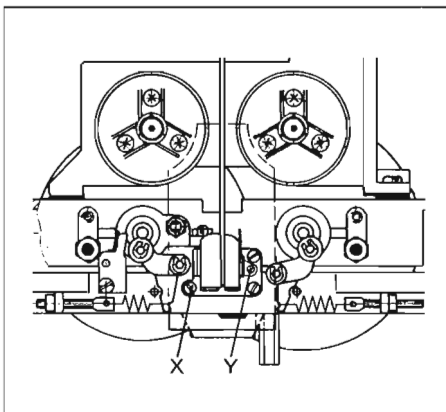

Fig. 5.4
- Mit Schraube X (Fig. 5.4) den Ausgangspegel beider Kanäle auf maximale Ausgangsspannung einstellen. (Für diese Einstellung kann auch ein Phasenmeter verwendet werden, dabei wird auf minimalen Phasenfehler abgeglichen.)
- With screw X (Fig. 5.4), adjust the output level of the two channels for maximum output voltage. (A phase meter can also be used for these adjustments. In this case adjust for minimum phase error.)
- Réglez à sa valeur maximale le niveau de sortie des deux canaux grâce à la vis X (fig. 5.4). (Pour effectuer ce réglage, on peut se servir d'un phase-mètre et régler à l'erreur de phase minimale.)
- Mit Kreuzschlitzschraubendreher Grösse 00 Schraube Y (Fig. 5.4) so einstellen, dass für beide Kanäle ein Pegelmaximum erreicht wird (minimale Phasendifferenz).
- With screwdriver size 00 for cross recessed head screws adjust screw Y (Fig. 5.4) in such a manner that maximum level is obtained for both channels (minimum phase difference).
- Tournez la vis Y (fig. 5.4) avec le tournevis cruciforme taille 00 pour obtenir un niveau maximal pour les deux canaux (différence minimale de phase).